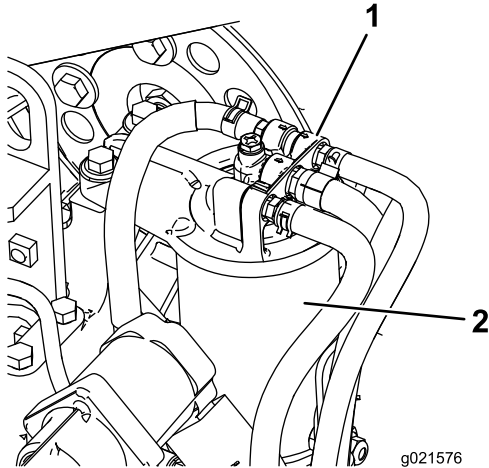

Bild 57
1. Reinigen Sie den Bereich um den Kraftstofffilterkopf (Bild 57).
2. Entfernen Sie den Filter und reinigen Sie die Befestigungsoberfläche des Filterkopfes (Bild 57).